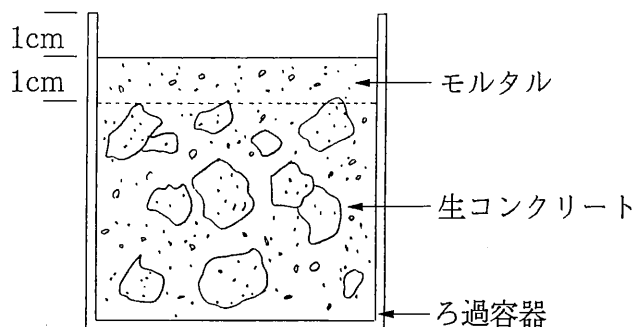

図 2
- ③ 図2の様ろ過容器の上から1cm位のところまで生コンクリートを詰めて下さい。